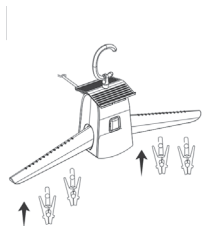

рис.2
7.2.2 Подвесьте одежду на вешалку. Для сушки мелких вещей используйте прищепки (рис.2). При сушке плотных объемных вещей наденьте поверх одежды чехол (рис.3).